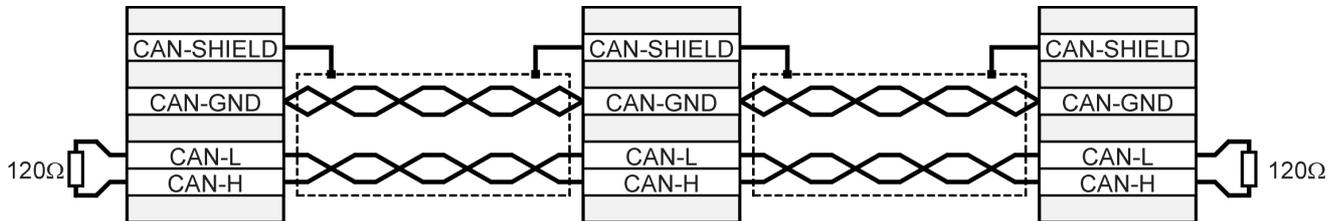

Abbildung 0.2: Verkabelungsbeispiel
- Die einzelnen Knoten des Netzwerkes werden grundsätzlich linienförmig miteinander verbunden, so dass das CAN-Kabel von Regler zu Regler durchgeschleift wird (Siehe Abbildung 0.2).